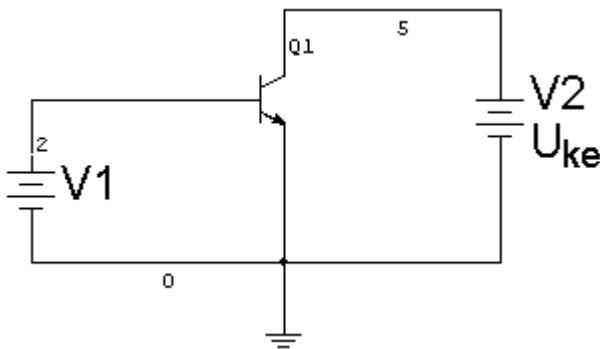

Рис.1. Схема для побудови вхідної характеристики біполярного транзистора
1. Зібрати схему подану на рис.1. Тип транзистора та значення напруги U_{ke} обираються за варіантом з таблиці. Для цього на панелі елементів натиснути кнопку з зображенням транзистора, обрати тип провідності транзистора BJT_NPN або BJT_PNP , у віконці праворуч обрати свій тип транзистора, нажати *OK*, поставити на поле для збирання схеми. Для вибору джерел постійної напруги (*DC_Power*) та землі (*Ground*) нажати кнопку з зображенням джерела постійної напруги, поставити на поле для схеми. Для зміна номіналу елемента, два рази на ньому клацнути мишею, змінити номінал. Для з'єднання елементів потрібно підвести мишу до вивода елемента, з'явиться хрестик, один раз клацнути лівою кнопкою миші, протягнути лінію до вивода іншого елемента і ще раз клацнути.
Для схеми рис.1. побудувати залежність $I_k=f(U_{be})$. Скористатися тією ж директивою, що і в п.1. У полі *Source 1 (Analysis parameters)* обрати *vv1*, а у полі *Variables in circuit* обрати *I(v2)* (струм через *V2*). Натиснути кнопку *Simulate*. За допомогою курсору (так як у п.1) визначити струм I_{k0} який відповідає режимній напрузі U_{be} (знайденого у п.1). Зберегти графік.